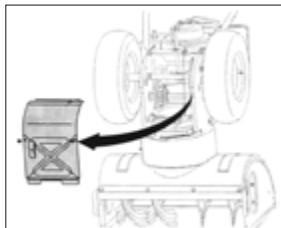

Рис. 34
5. Осторожно поверните снегоуборщик вверх и вперед так, чтобы он опирался на корпус шнека. Снимите кожух коробки передач с нижней стороны снегоуборщика, открутив два винта (рис. 34).